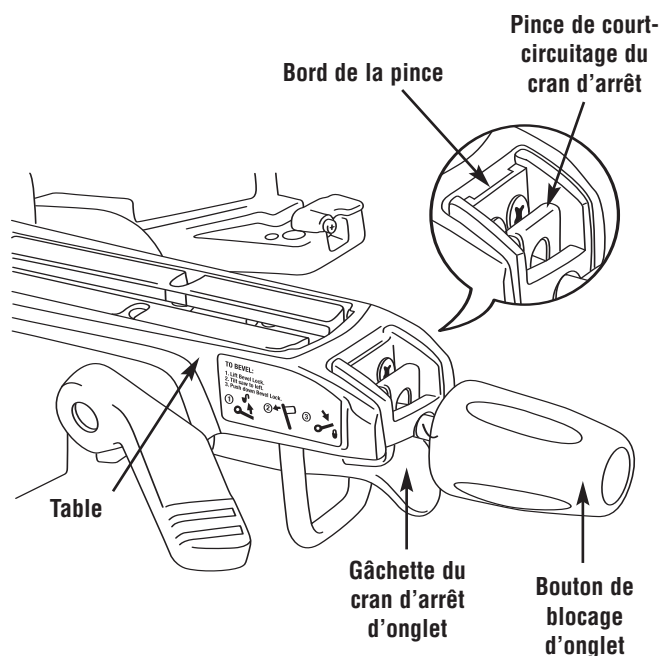

Figure 23. Court-circuitage du cran d'arrêt
2. Poussez la pince de court-circuitage du cran d'arrêt vers l'avant et verrouillez en place par-dessus le bord. Relâchez la gâchette du cran d'arrêt d'onglet (Figure 23).